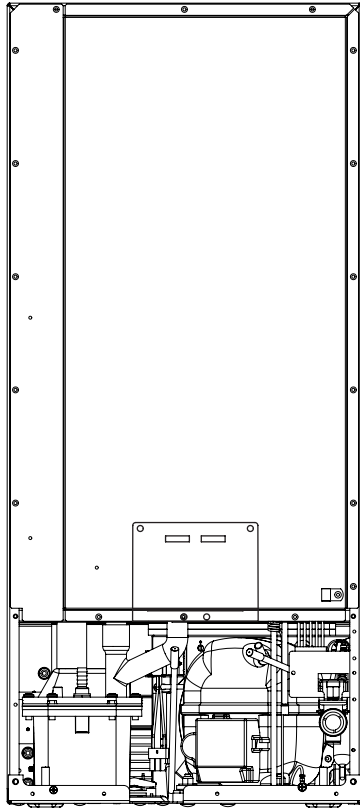

Figure 42
- Débranchez la conduite de sortie de la vanne d'eau vers le réservoir, et drainez l'eau résiduelle de la zone de piège de la conduite d'eau (Voyez les Figures 42 et 42a).
- Reconnectez la conduite d'eau de sortie de vanne d'eau (Voyez les Figures 42 et 42a).